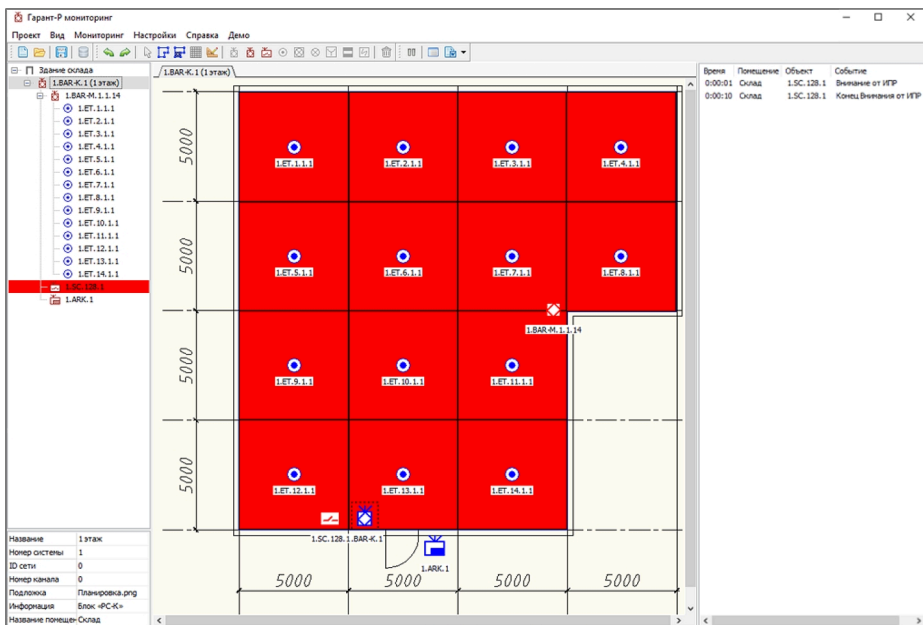

Рис. 21. Сообщение «Внимание от ИПР» / «Ручной пуск» / «Пуск МП от ИПР»
**«Внимание от ИПР».** Соответствующий «БУР» в области структуры системы и рабочей области проекта будет мигать красным цветом, область на планировке будет мигать красной штриховкой (см. рис. 21). Сообщение будет сопровождаться одиночным повторяющимся звуковым сигналом.
**«Ручной пуск».** Все «БОС» соответствующей зоны в области структуры системы будут подсвечены красным цветом, область на планировке будет подсвечена красной заливкой (см. рис. 21). Сообщение будет сопровождаться тройным повторяющимся звуковым сигналом.
**«Пуск МП от ИПР».** Все «БОС» соответствующей зоны в области структуры системы будут подсвечены красным цветом, область на планировке будет подсвечена красной заливкой (см. рис. 21). Сообщение будет сопровождаться тройным повторяющимся звуковым сигналом.